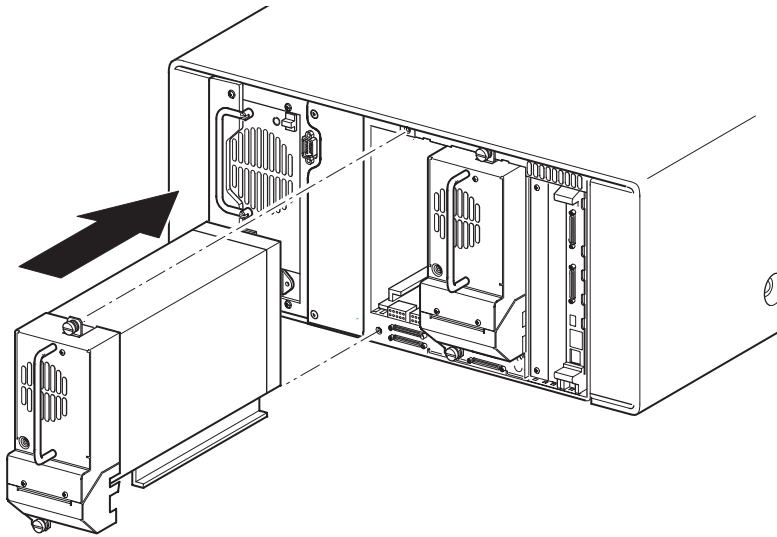

Figura D-2. Instalación de una unidad de cinta
3. Inserte lentamente la unidad de cinta en la bandeja de montaje. Asegúrese de que inserta completamente la unidad de cinta de manera que encaje en los conectores situados en la parte posterior de la biblioteca (consulte la Figura D-2).